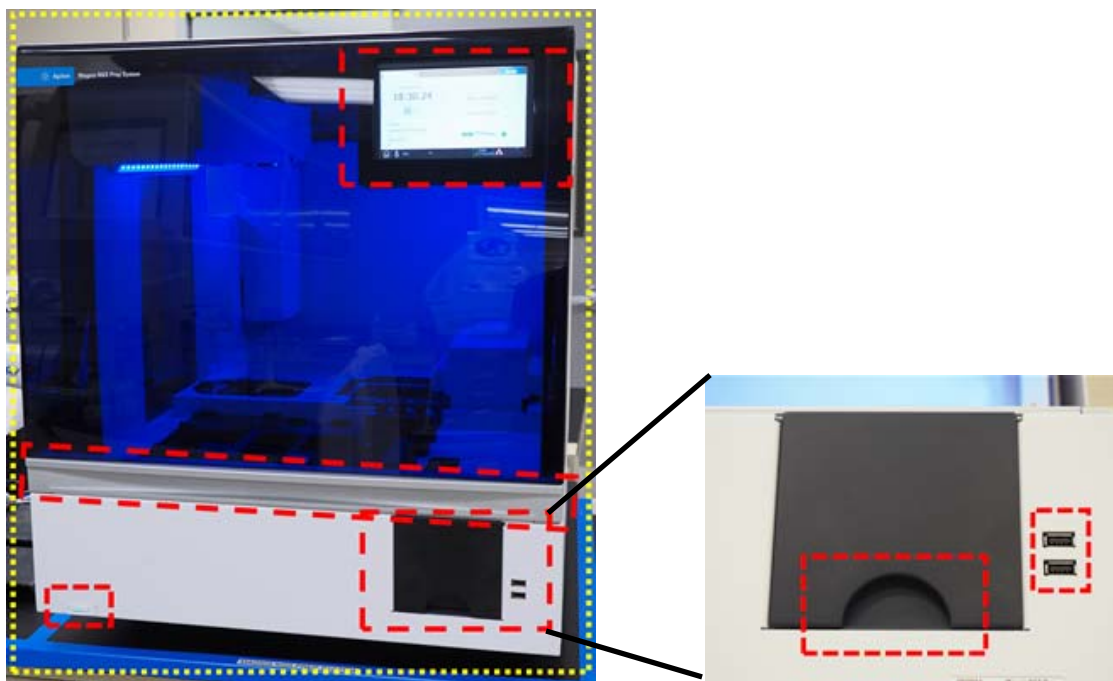

图 33 要擦拭的仪器正面的外表面
- b 仪表外部 – 前面：**关闭仪器门。用经过 70% 异丙醇弄湿的实验室擦巾，轻轻擦拭图 33 中用黄色和红色勾勒出的表面区域。这些区域包括触摸屏、电源按钮、Waste Bin 门（包括用于协助打开 / 移除操作时的凹陷部位）和前面的有机玻璃。拉出 Waste Bin 抽屉，擦拭 Waste Bin 的内部。擦拭 USB Port 周围区域（不要弄湿电气接触点）。所有用黄色勾勒出的区域都需要擦拭。用红色勾勒出的区域需要特别注意并仔细清洁。